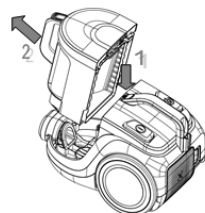

Fig. 2
2. Apăsăți clichetul de pe corpul aspiratorului (Fig. 2) și scoateți în sus recipientul de praf.
1. Scoateți recipientul pentru praf din corpul aspiratorului (Fig. 2).